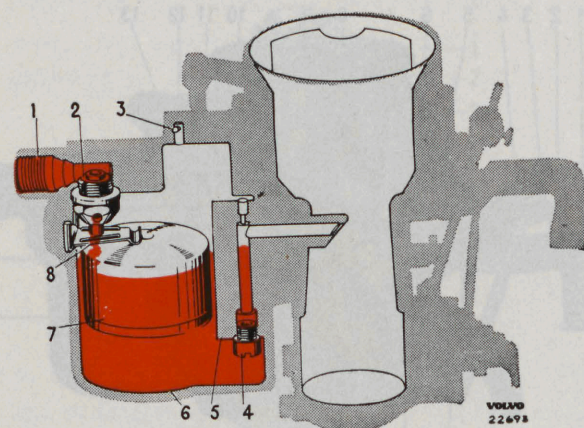

Bild 10. Flöttör.
Med flottörens hjälp avpassas bränslenivån till avsedd höjd. Då bränslet stiger till denna nivå lyftes flottören (7, bild 10) uppåt och trycker nålen i ventilen (2) mot sätet via flottörhävarmen varvid bränsletillförseln stängs av. Vid sjunkande nivå upprepas händelseförloppet men i motsatt riktning.